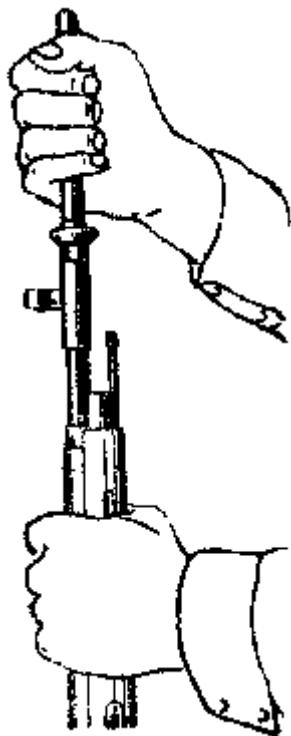

Рис. 7. Надевание мортирки на ствол винтовки
- в) взять мортирку, надеть её на ствол винтовки и повернуть так, чтобы основание мушки вошло в поперечную прорезь мортирки (рис. 7);